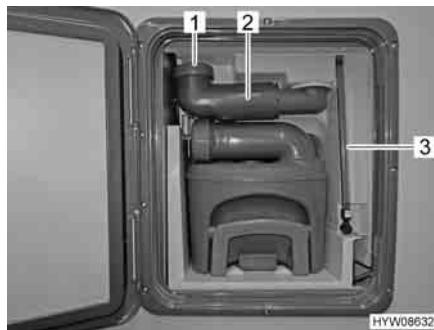

Fig. 169 Serbatoio fiscale
- Controllare il livello dell'acqua nel tubo di rifiusso (Fig. 169,3). Il livello dell'acqua nel tubo di rifiusso corrisponde al livello dell'acqua nella cassetta dell'acqua di risciacquo.
- Ruotare verso l'esterno il bocchettone di riempimento (Fig. 169,2).
- Svitare il coperchio (Fig. 169,1).
- Sganciare il tubo di rifiusso (Fig. 169,3) e ruotarlo verso il basso.